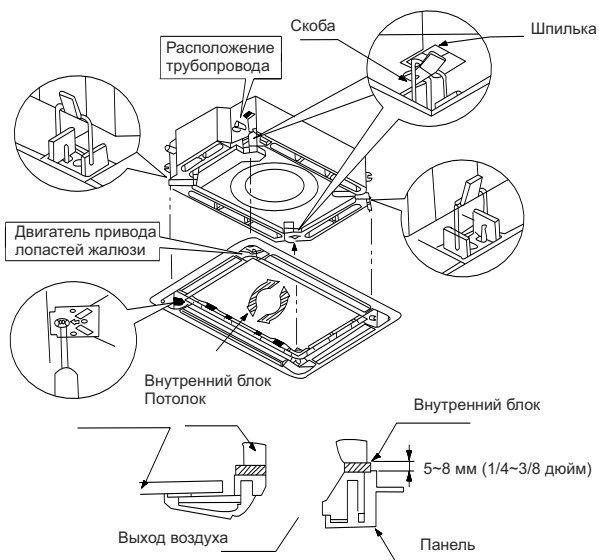

Рис. 4.36
- (1). Расположите панель на блоке и защёлкните скобы на стороне двигателя привода лопастей жалюзи.
- (2). Защёлкните другие две скобы.
- (3). Закрутите четыре винта на расстоянии 15 мм под скобами.
- (4). Отрегулируйте панель по направлению, указанному стрелкой, как показано на Рис. 4.36.
- (5). Закручивайте винты до тех пор, пока толщина теплоизоляционного материала между панелью и внутренним блоком не сократится до 5-8 мм.